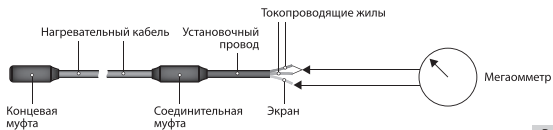

Рис. 3
4.5. До и после монтажа секции нагревательной (а в случае использования в стяжке также после её заливки) необходимо проверить электрическое сопротивление нагревательных жил и сопротивление изоляции (рис. 3), результаты занести в Протокол измерений – Приложение 1 настоящего Руководства по эксплуатации.